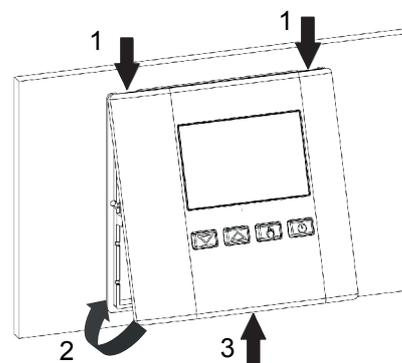

Рис. 11
- Закройте верхнюю часть крышки, одновременно слегка надавливая пальцем на пластиковый зуб на нижней стороне основания, наклоняя его к внутренней стороне термостата (см. Стрелку на рис. 11).